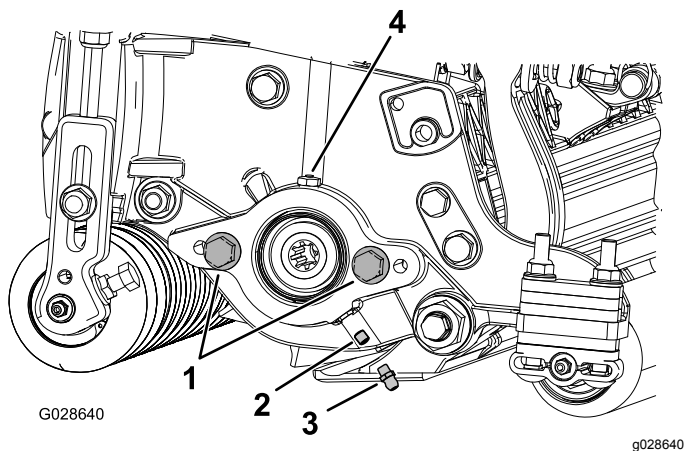

図 4
1. リールモータのサイドプレートの固定ねじを外す。ねじは廃棄する 図4。
2. グリスフィッティングストレートを取り付ける 図 4。
2. リールモータのサイドプレートにキャップスクリューが付いていない場合は取り付ける 図 4。
5. サイドプレートからグリスを注入する。グリスベントからグリスが漏れてくるまで入れること 図 4。